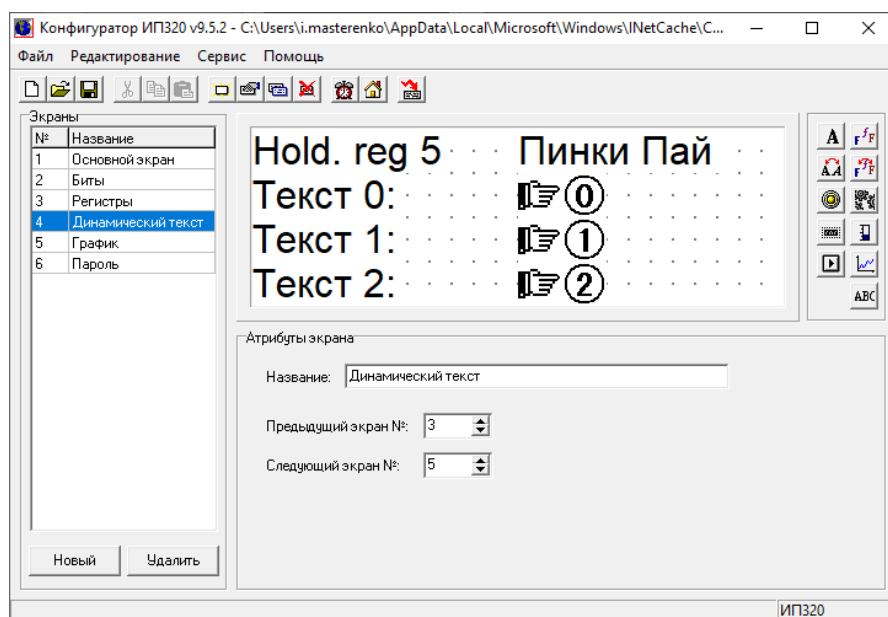

Рис. 10. Экран **Динамический текст**
- **Число рег-ов** – число регистров для типа REAL (2);
4. На экране **Динамический текст** (рис. 10) выполняется чтение и запись регистра, привязанного к элементу типа **Динамический текст**.